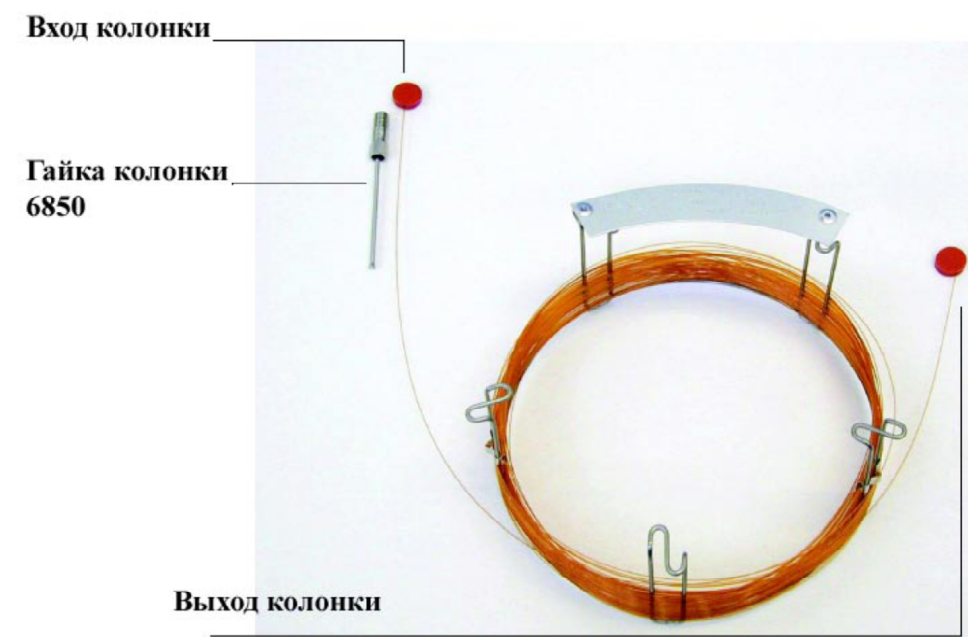

Рисунок 2 Колонка
- 1 Положите колонку (19091S-433E из поставляемого с ГХ набора) на чистой поверхности с этикеткой колонки, направленной к пользователю в позиции на 12 часов. Отметим, что входной и выходной концы колонки ориентированы так же, как и при использовании детектора ГХ, а выходной конец колонки расположен у задней части (рядом с вентилятором) каркаса держателя колонки. См. Рисунок 2.